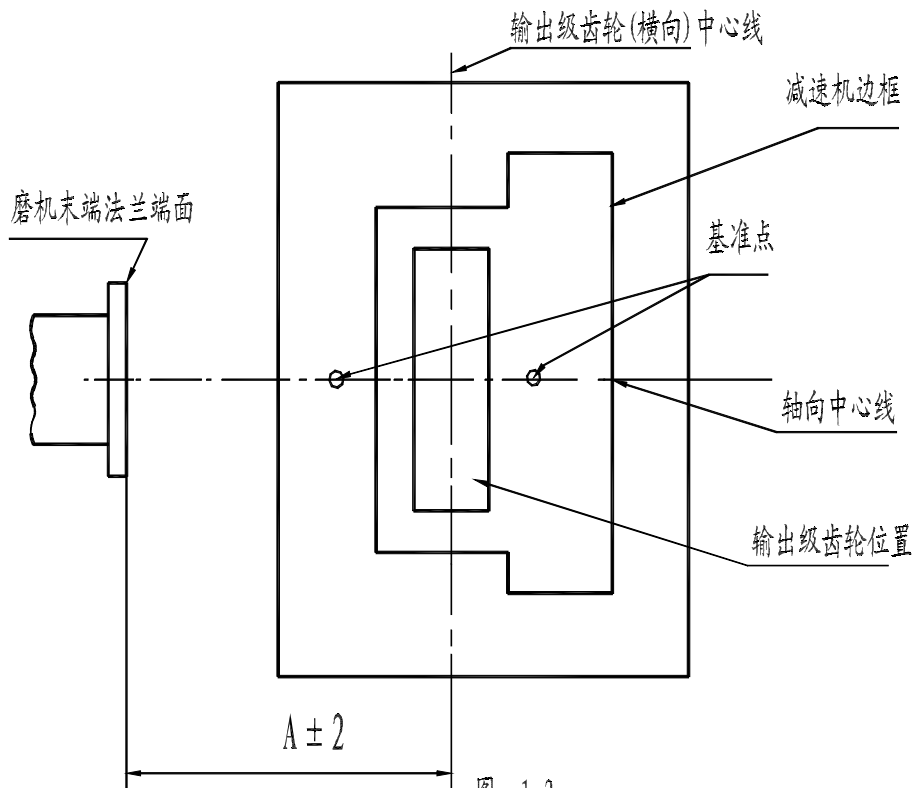

图 1-2
3. 1. 2 在减速机安装基础的表面，在指定的位置上应标有减速机轴心的基准点。磨机接管法兰端面与减速机输出级传动齿轮中心线的基准点，并检查距离是否符合设计要求（见图 1-2）。